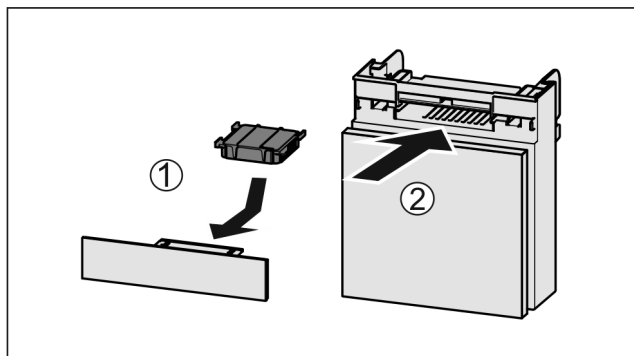

Fig. 137
- ▶ Вставити фільтр з активованого вугілля за малюнком Fig. 137 (1).
- ▶ Вставити відділення Fig. 137 (2).